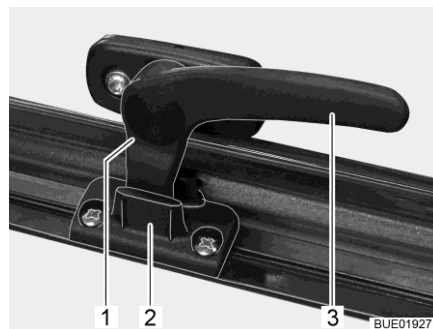

Bild 18 Verriegelungshebel in Stellung "Dauerbelüftung"
- in Stellung "Dauerbelüftung" (Bild 18)
- Den Verriegelungshebel (Bild 18,3) eine viertel Umdrehung zur Fenstermitte hin drehen.
- Den Verriegelungshebel eine viertel Umdrehung zum Fensterrahmen hin drehen. Die Verriegelungsnase (Bild 18,1) dabei in die Aussparung der Fensterverriegelung (Bild 18,2) einfahren.